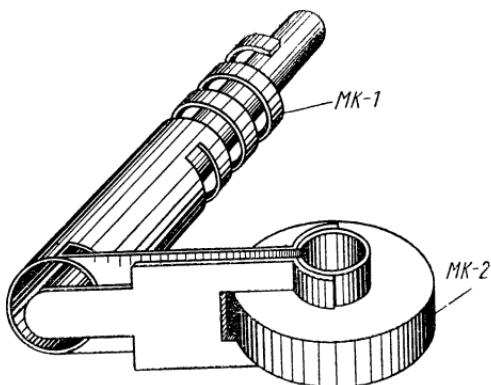

Рис. 17. Ассамбль магнитокумулятивных генераторов МК-1 и МК-2, с помощью которого получена рекордная напряженность магнитного поля 25 млн. э.
* Это рекордное магнитное поле было получено путем последовательного использования двух взрывных, или магнитокумулятивных, генераторов МК-1 и МК-2. Второй из них использовался для создания «запального» поля, которое затем «схлопывалось» генератором МК-1. Ассамбль этих двух уникальных устройств показан на рис. 17.